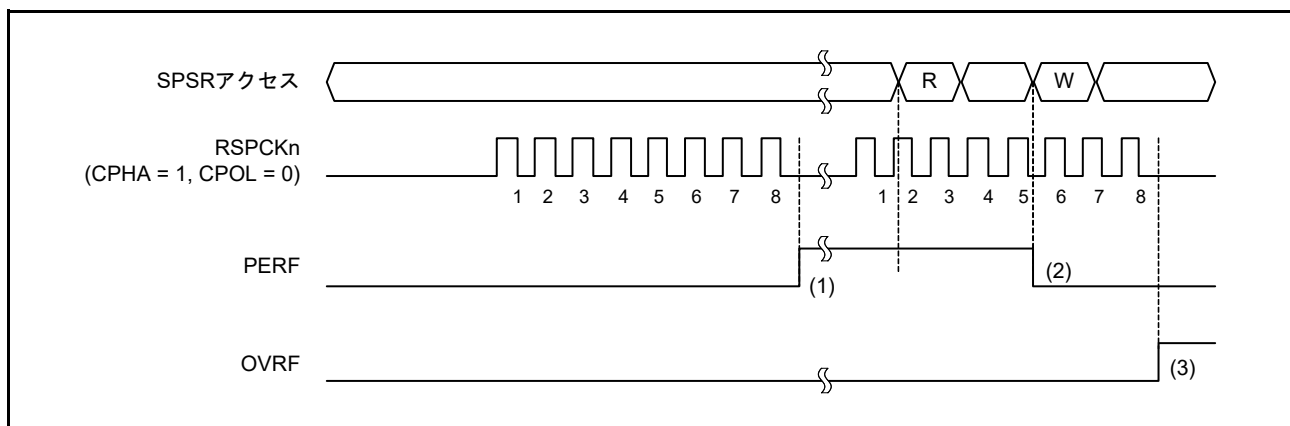

図 32.35 OVRF フラグおよび PERF フラグの動作例
図 32.35 に、OVRF フラグと PERF フラグの動作例を示します。図 32.35 に記載した SPSR アクセスでは、W は書き込みサイクル、R は読み出しサイクルを示しています。図 32.35 の例では、SPCR.TXMD ビットが 0、SPCR2.SPPE ビットが 1 の状態で全二重同期式シリアル通信を行います。SPCMDm.CPHA ビットが 1、SPCMDm.CPOL ビットが 0 の設定で、SPI が 8 ビットのシリアル転送を実行しています。RSPCKn 波形の下に記載した数字は、転送ビット数などの RSPCK サイクル数を示しています。
以下に、図 32.35 の (1) ~ (3) に示したタイミングでのフラグの動作内容を説明します。
- (1) SPI がオーバーランエラーを検出せず、シリアル転送が終了すると、SPI はシフトレジスタのデータを受信バッファにコピーします。このとき、SPI が受信データをチェックし、パリティエラーを検出すると PERF フラグを 1 にします。SPI0 のマスタモードの場合、SPI は SPCMDm ポインタの値を SPSR.SPECM[2:0] ビットにコピーします。
- (2) PERF フラグが 1 の状態で SPSR レジスタを読んだ後、PERF フラグに 0 を書くと、PERF フラグは 0 になります。
- (3) SPI がオーバーランエラーを検出し、シリアル転送が終了すると、シフトレジスタのデータを受信バッファにコピーしません。このとき、SPI はパリティエラーを検出しません。